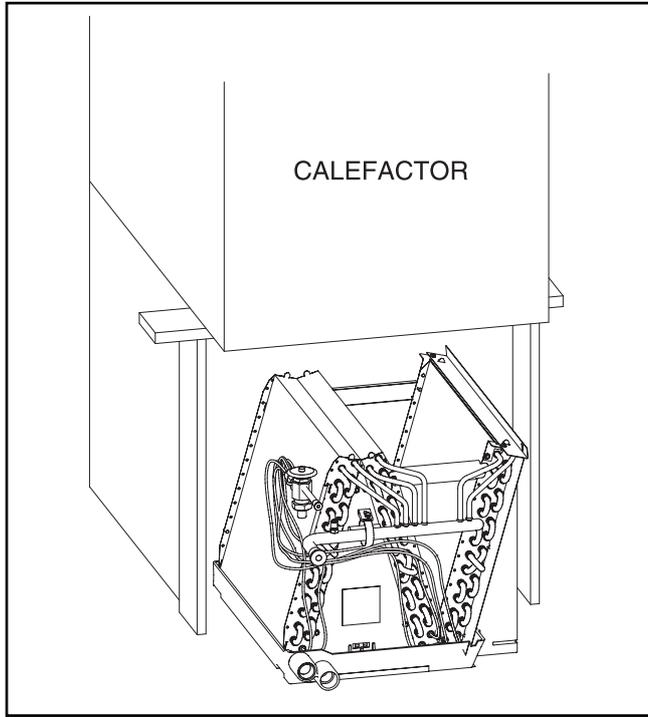

Fig. 6 – Soportes provistos en campo.
**Nota:** Al retirar una serpentina de su gabinete en la posición de caudal descendente, sostenga la carcasa de la serpentina con soportes provistos en campo. (Ver Fig. 6).